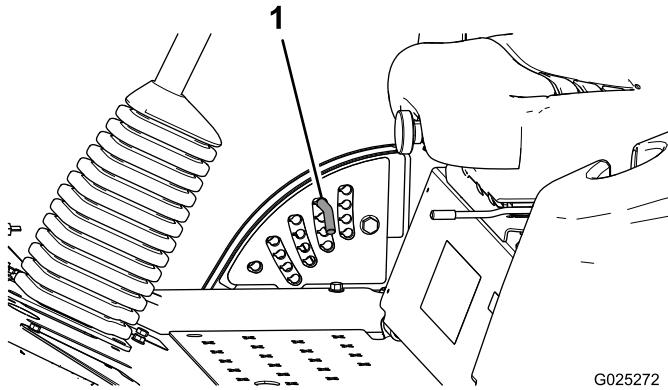

Figure 2
2. Pour régler la hauteur de coupe, tournez la goupille de butée jusqu'à ce que la saillie s'aligne sur les fentes dans les trous du support de hauteur de coupe et déposez-la (Figure 2).
3. Placez la goupille dans le trou du support correspondant à la hauteur de coupe voulue et tournez-la pour la verrouiller en place (Figure 2).
Remarque: Il y a quatre rangées de trous (Figure 2). La première rangée donne la hauteur de coupe indiquée au-dessus de la goupille. La deuxième rangée donne la hauteur indiquée plus 6 mm. La troisième rangée donne la hauteur indiquée plus 12 mm. La dernière rangée donne la hauteur indiquée plus 18 mm. Un seul trou,